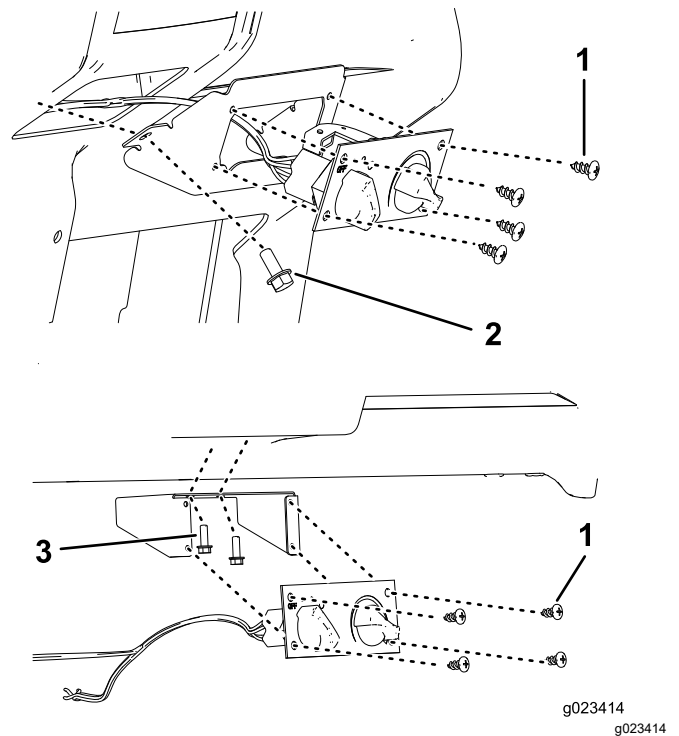

Figura 5
4. Fissate il comando del riscaldatore al relativo supporto utilizzando 4 viti per lamiera (Figura 5).
5. Collegate il cavo di comando del riscaldatore e il connettore del cablaggio preassemblato nero al comando del riscaldatore e il connettore del cablaggio preassemblato bianco al riscaldatore (Figura 5).
7. Fissate utilizzando 4 bulloni a testa flangiata (5/16") nella parte anteriore del supporto del comando del riscaldatore e 2 bulloni (5/16" per i modelli HD) sul lato del supporto o 2 bulloni (1/4" per i modelli MD) nella parte superiore interna del supporto, a seconda di quale veicolo possedete (Figura 5).